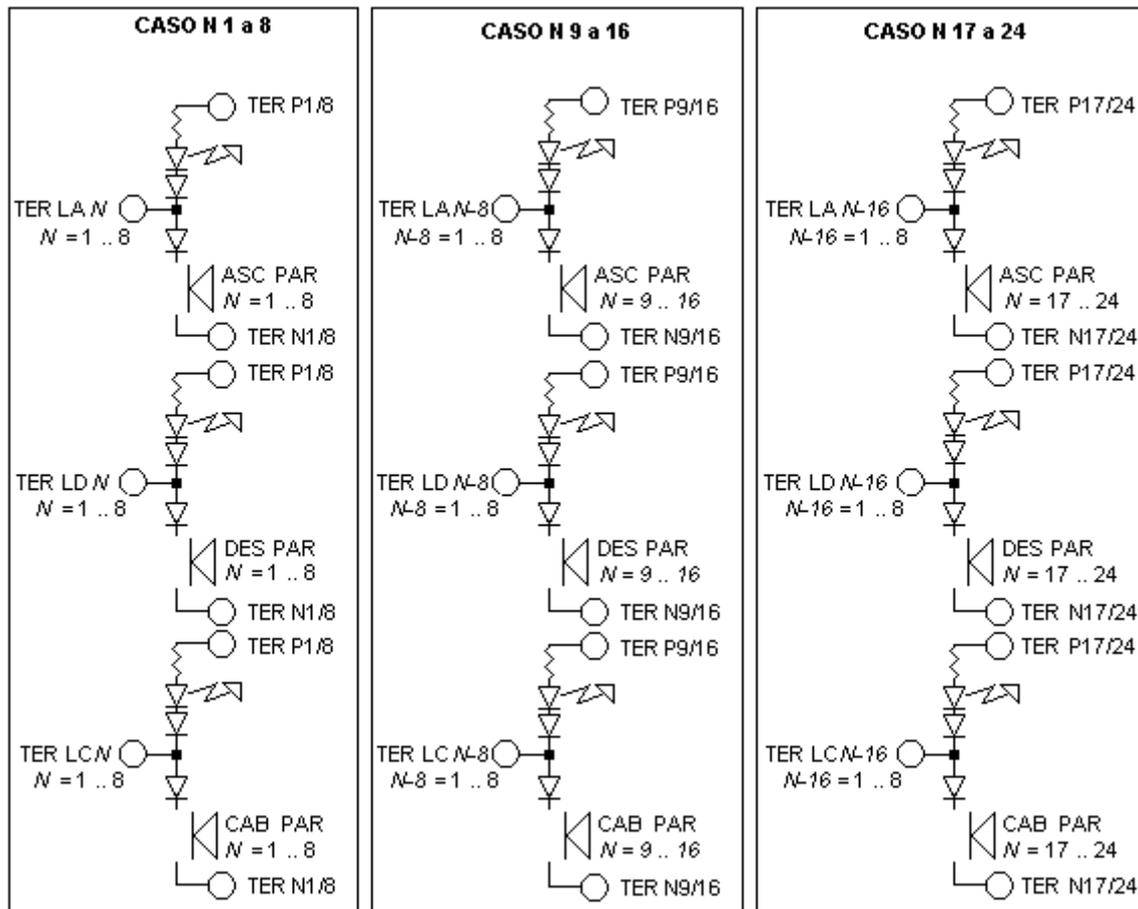

Figura 15
- Los pulsadores de llamada de cabina, de llamada descendente y de llamada ascendente de una parada N comprendida entre 1 y 8 se conectan a los bornes P1/8 y N1/8, y respectivamente a los bornes LCN, LDN y LAN, según la Figura 15
- Los pulsadores de llamada de cabina, de llamada descendente y de llamada ascendente de una parada N comprendida entre 9 y 16 se conectan a los bornes P9/16 y N9/16, y respectivamente a los bornes LC $N-8$, LD $N-8$ y LA $N-8$ y según la Figura 15
conectan a los bornes P17/24 y N17/24, y respectivamente a los bornes LC N-16, LD N-16 y LA N-16 según la Figura 15.
En el circuito de la Figura 15, los LEDs de registro activos destellan. Para eliminar este destello, se pueden conectar los LEDs de registro según la figura Figura 11.
- Los pulsadores de llamada descendente y de llamada ascendente de una parada N comprendida entre 1 y 8 se conectan a los bornes P1/8 y N1/8, y respectivamente a los bornes LD N y LAN, según la Figura 15